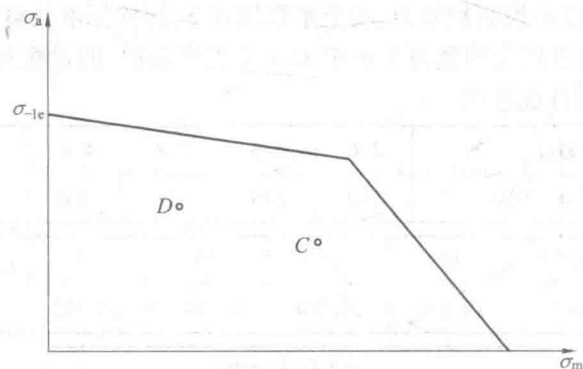

图 2
2. 在图 2 所示零件极限应力图上, 工作点 C 、 D 为斜齿轮轴上两种应力工作点。试在图中标出对应的极限应力点, 并说明分别会出现什么形式的破坏?